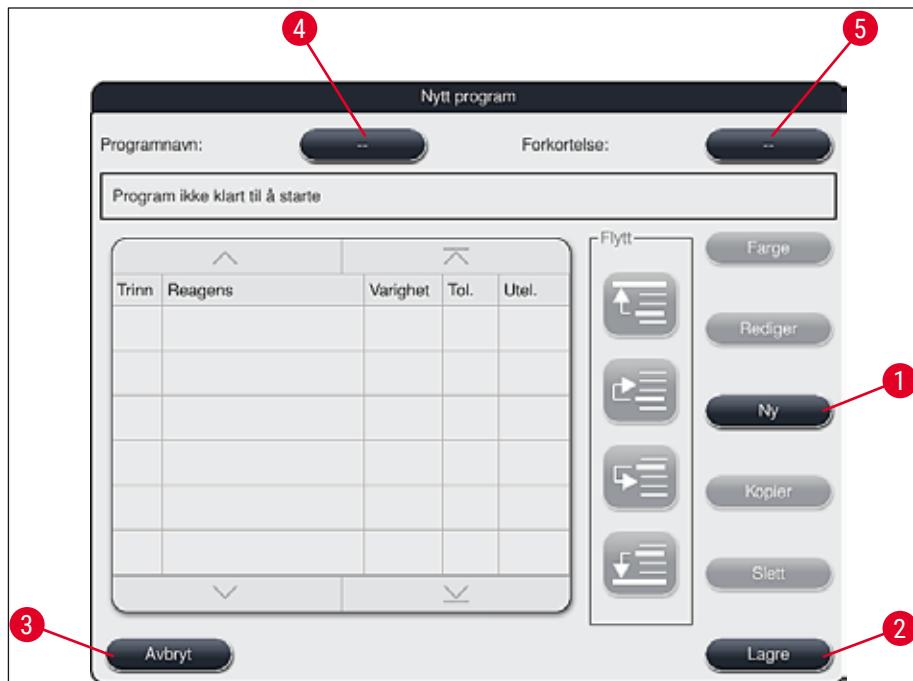

Fig. 45
- Et nytt programvindu åpnes (→ "Fig. 45").
- Dette åpner et vindu (→ "Fig. 45"), hvor du kan opprette det nye programmet.